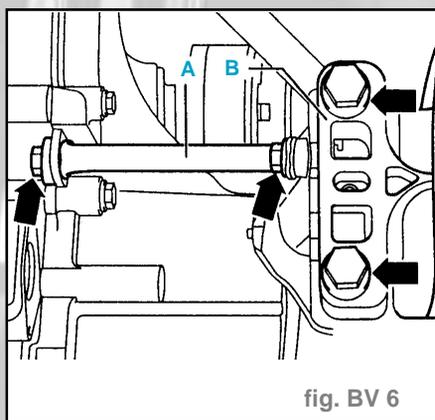

fig. BV 6
- Dévisser l'appui (A) (fig. BV 6).